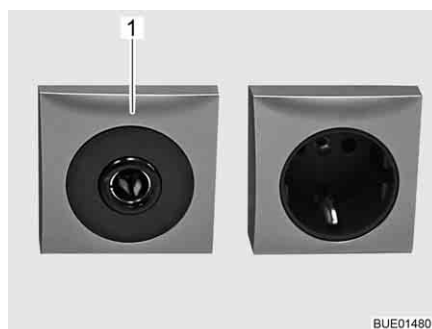

Fig. 152 Caja de enchufe 12 V/10 A
- ▷ Conectar únicamente aparatos con máximamente 10 A a las cajas de enchufe (Fig. 152,1) de la red de a bordo de 12 V.